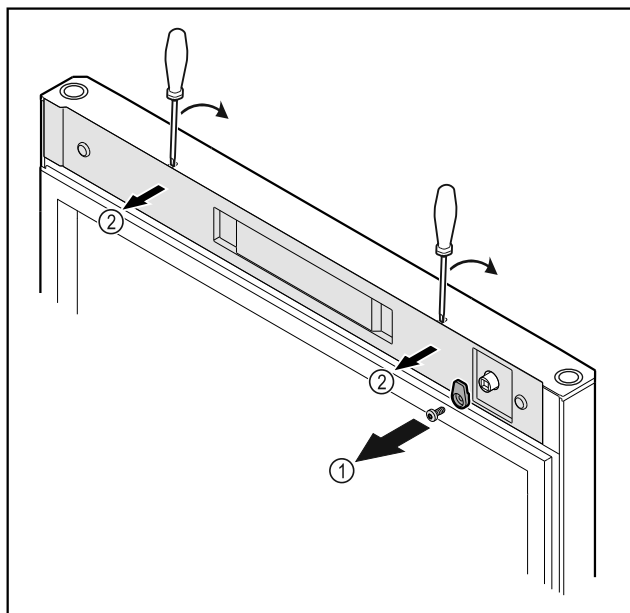

Fig. 11
- Skru av lukketappen Fig. 11 (1).
- Vipp dekselet Fig. 11 (2) ut av stilling med en liten skruetrekker, og ta det av.